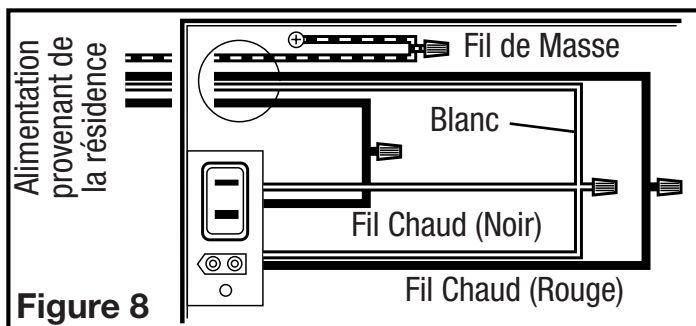

Figure 8
- 1a. Par là où vous avez accès à l'intérieur de la boîte de jonction du ventilateur, raccorder un fil blanc de la maison aux deux fils blancs du réceptacle de la lumière du ventilateur et le fil blanc du réceptacle du ventilateur d'évacuation. Raccorder le premier fil noir provenant du commutateur mural au fil rouge du réceptacle de la lumière. Raccorder le second fil noir provenant de la maison vers le réceptacle du ventilateur d'évacuation. Raccorder le fil de mise à la terre de la maison au fil vert de la vis de mise à la terre du ventilateur (Figure 8). Utiliser des méthodes de raccordement approuvées pour toutes les connexions.